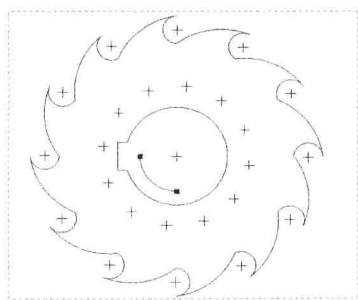

图 3-87 突出显示开放端
Step 03 执行操作后，即可突出显示开放端，如图 3-87 所示。